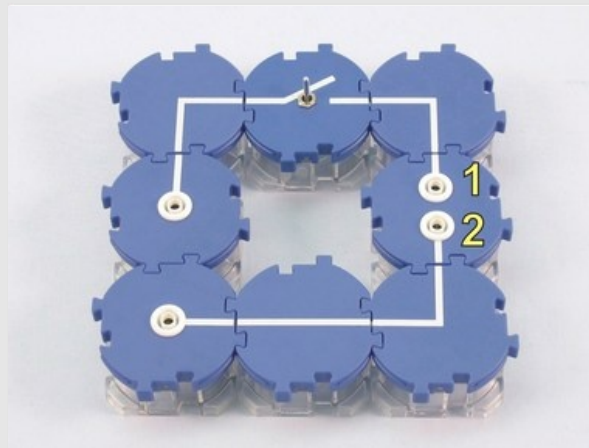
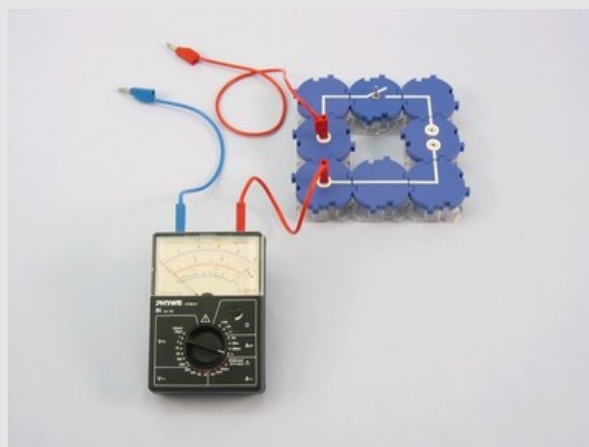

Рис. 1
Рис. 2
- Зберіть експериментальну установку як показано на рис. 1 і рис. 2. Підключіть амперметр безпосередньо до блоку живлення так, щоб забезпечити достатню довжину з'єднувальних провідників. Виберіть діапазон вимірювання 3 А.